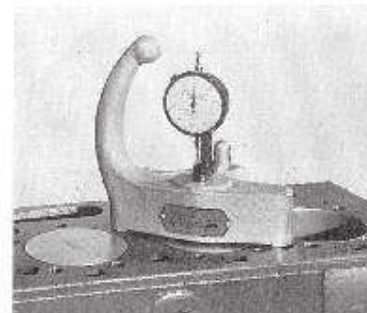

Fig. F5.
**REMARQUE 1:** Avant le montage d'un piston neuf, il est nécessaire de contrôler le haut du piston pour obtenir un retrait de 0 à 0,127 mm par rapport à la face supérieure du bloc-cylindre, le piston étant au point mort haut (Fig. F5). Toutefois, pour obtenir le meilleur rendement, ce retrait doit être maintenu entre 0 et 0,05 mm. Cette opération doit être effectuée comme suit :
- tourner le vilebrequin jusqu'à ce que le piston soit au point mort haut, et mesurer la distance entre la face supérieure du bloc et la tête du piston (Fig. F5) (voir PD 41 A).